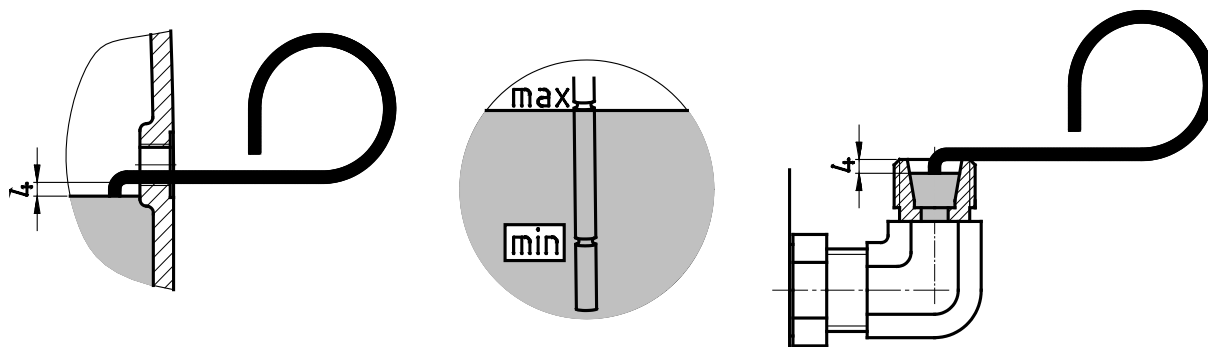

Figura 21: controllo del livello dell'olio con l'asticella di misura
- Utilizzare l'asticella di misurazione in dotazione (cod. 283 0050), Figura 21 per misurare il livello dell'olio all'interno del riduttore, come mostrato in. Durante questa operazione è necessario mantenere la porzione dell'asticella che si immerge nell'olio in posizione verticale.
- Il livello dell'olio deve essere controllato con il tappo munito di asta di livello (filettatura G1¼) all'interno del serbatoio di livello dell'olio. Con l'asta di livello completamente avvitata, il livello dell'olio deve essere compreso tra le tacche inferiore e superiore, vedere Figura 21 (al centro). È consentito azionare questi riduttori solo nella posizione di installazione specificata nel capitolo 7.1 "Posizioni di montaggio e manutenzione".